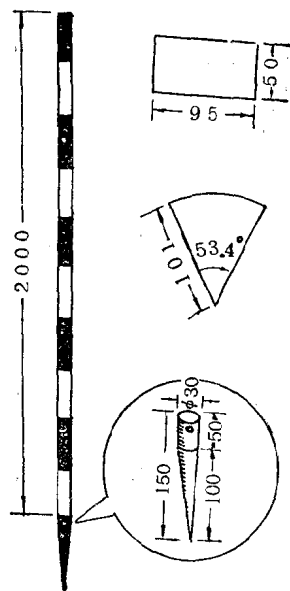

图 1
2. 花杆底部的锥形铁脚，选用 2 毫米左右厚的铁皮，剪成一块中心角为 53.4° 、半径为 101 毫米的扇形，将其弯成底面直径为 30 毫米的空心圆锥。再用同样厚的铁皮，剪成一块 95×50 (毫米) 的矩形，将其弯成高为 50 毫米、直径为 30 毫米的空心圆筒，最后与空心圆锥焊接在一起即成，如图 1 所示。